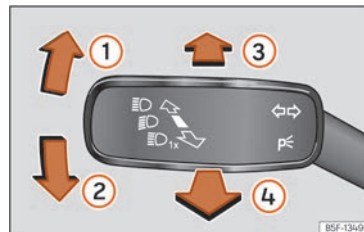

Fig. 69 Palanca de intermitentes y de luz de carretera.
- Desde la posición base, pulse hacia delante la palanca de los intermitentes y luz de carretera » » » **fig. 69 (3).**
- **O BIEN:** si el asistente de luz de carretera está conectado, tire hacia atrás de la palanca de los intermitentes y de luz de carretera » » » **fig. 69 (4).**